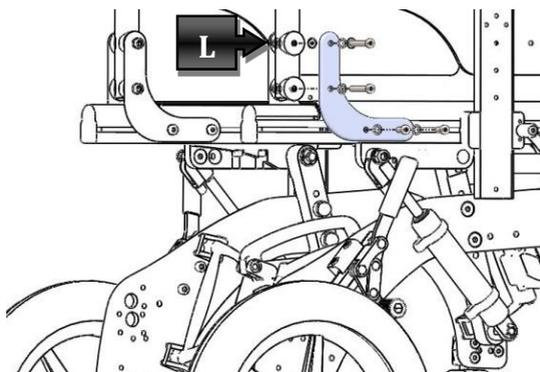

Figura 41
A placa de regulação do encosto fixo difere de acordo com o ângulo de inclinação: 90° - 95° - 100° - 105° - 110°. Desaparafuse completamente os quatro parafusos evidenciados na Figura 41, com uma chave para parafusos com sextavado interno (allen) de 4 mm (enquanto mantém seguras, com uma chave para parafusos de cabeça sextavada de 10 mm, as duas porcas (L) Figura 41). Depois de ter substituído a placa de regulação certifique-se de que aperta bem os parafusos.